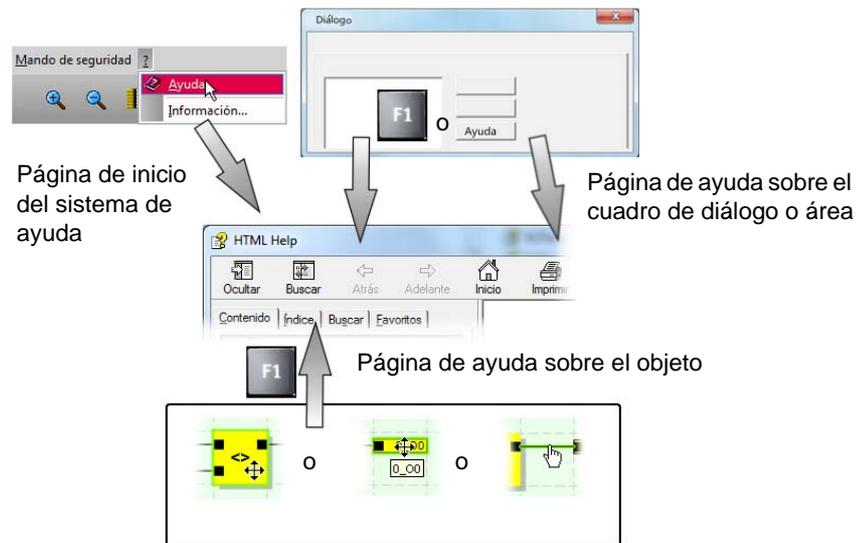

Figura 1-1 Activar la ayuda en línea del software de configuración MSIsafesoft
- en las ayudas en línea relativas al software de configuración MSIsafesoft (véase también Figura 1-1) y relativas a cada uno de los bloques seguros,